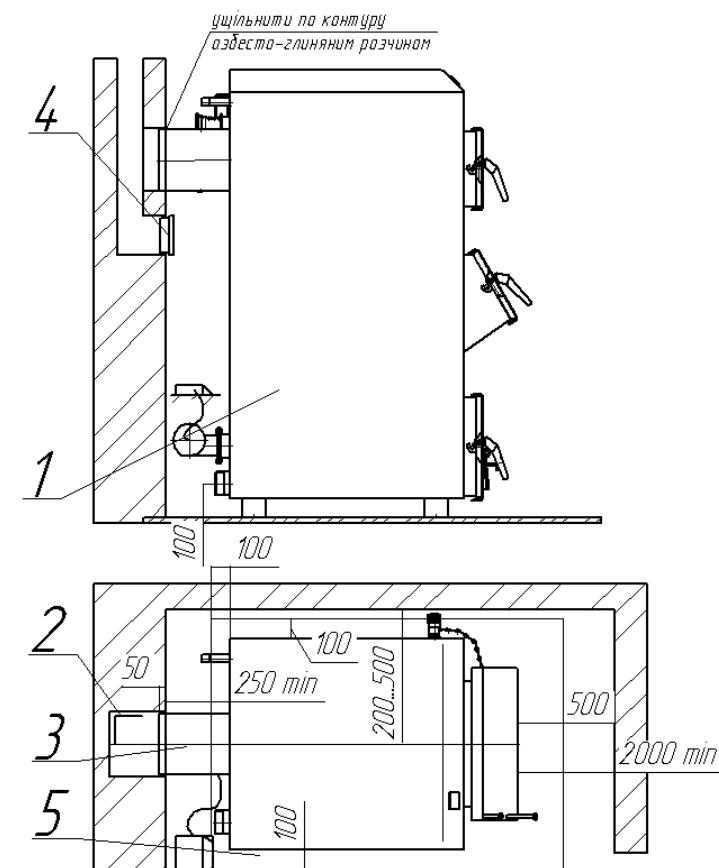

Рис. 3 Рекомендована схема установки апарату і приєднання до димової труби.
- рекомендовані розміри установки апарату згідно рис. 3.